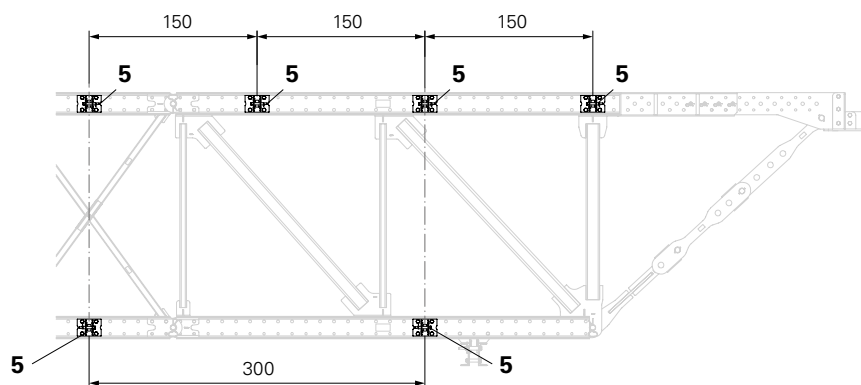

Fig. A3.02
1. Posizionare l'attacco di connessione (5) direttamente al di sopra del primo puntone verticale.
- (Fig. A3.02 + A3.03)